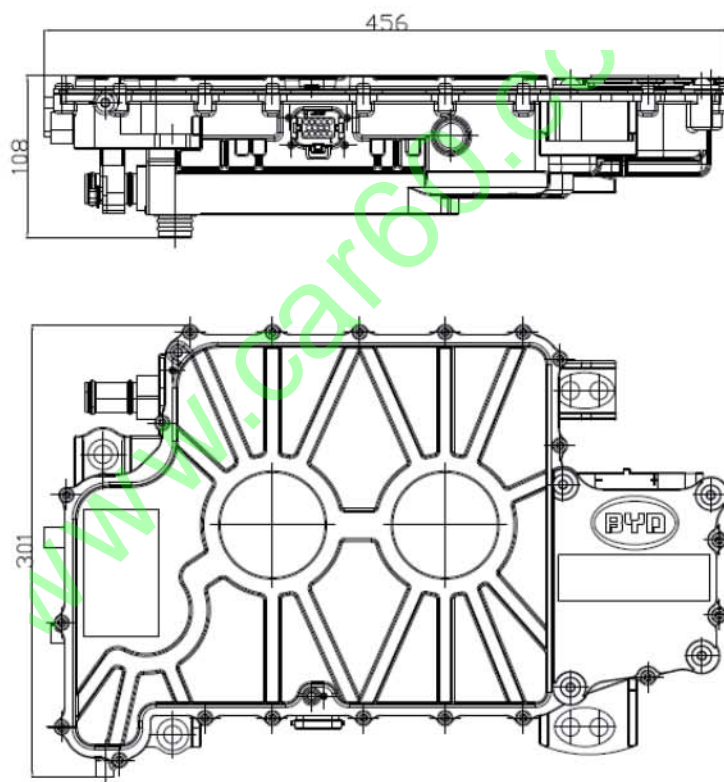

图 9
4. 驱动电机控制器总成外观尺寸大小  $A \times B \times C = 456\text{mm} \times 301\text{mm} \times 108\text{mm}$  (见下图 9) :